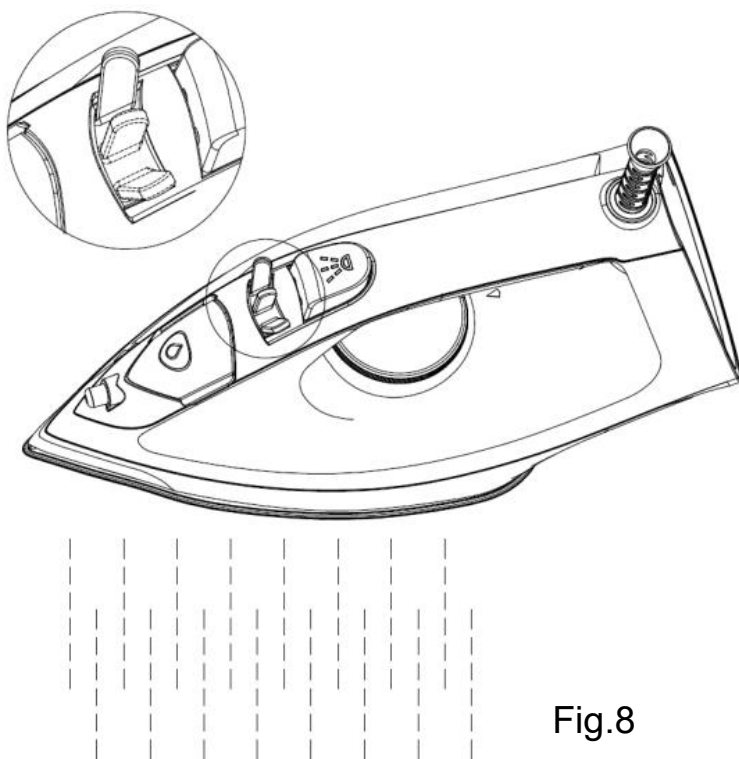

Fig.8
44. Dovremmo pulire l'apparecchio regolarmente in base alla durezza dell'acqua e alla frequenza di utilizzo . Per attivare la funzione Clean, ruotare la manopola Steam sull'impostazione Clean e tenerla premuta (vedere Fig.8), quindi l'apparecchio entra in modalità clean. E l'apparecchio entrerà in modalità steam dopo aver rilasciato la manopola Steam.
- (7) Non toccare mai la piastra calda prima che si sia raffreddata !
- (8) Per far sì che la piastra rimanga liscia, è necessario evitare che entri in contatto con oggetti metallici. Non utilizzare mai una spugna abrasiva, aceto o altri prodotti chimici per pulire la piastra.
14. Pulire regolarmente l'interno dell'apparecchio attivando la funzione Clean (vedere Fig.8).